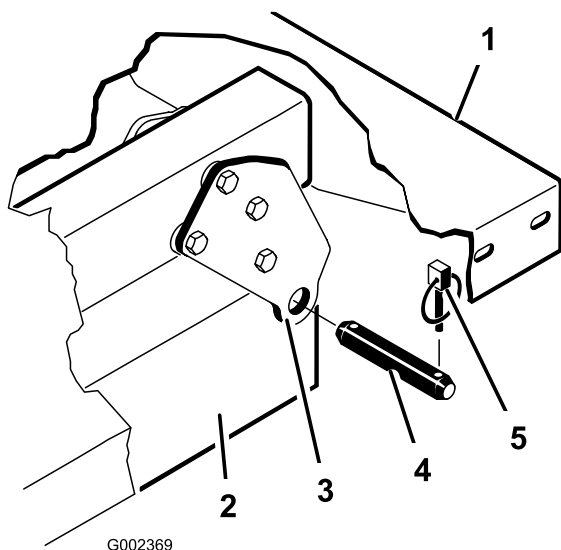

Рисунок 4
6. Выньте шплинтуемые шплинты, которые крепят шарнирные кронштейны к швеллерам рамы (Рисунок 4).